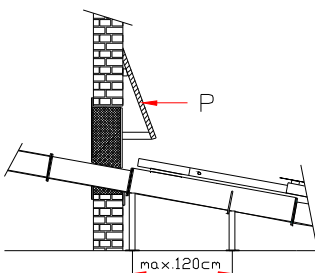

Abb.7
11. Placer les pieds de soutènement sous la vis d'extraction dans le silo avant la vis de traversée du mur – la distance entre 2 pieds doit être au maximum 1.2m. Les pieds doivent être placés contre les rebords des rallonges de vis. Si vous devez caler ces pieds, utilisez des cales qui ne transmettent pas ou peu le bruit. Réglez les pieds de façon à ce que la vis d'extraction repose correctement sur les pieds. Fixez les pieds au sol. voir Abb.7.
14. Le déflecteur (P), au dessus de la trappe de visite, voir Abb.7, est à fabriquer par le chauffagiste et est à installer environ 40 cm au-dessus de la vis. Cette planche aura une épaisseur de minimum 3 cm, 80 cm de largeur et fixée sur des cornières qui ont une longueur de 40 cm par rapport au mur du silo et avec une pente d'environ 20°. Veillez à fixer correctement ce déflecteur au mur.
- Le montage de l'habillage murale avec la trappe de visite est à réaliser comme suit. Le déflecteur installé au dessus de la vis dans le silo (P), voir Abb.7, évite lors de l'ouverture de la trappe de révision que le combustible s'échappe incontrôlablement.